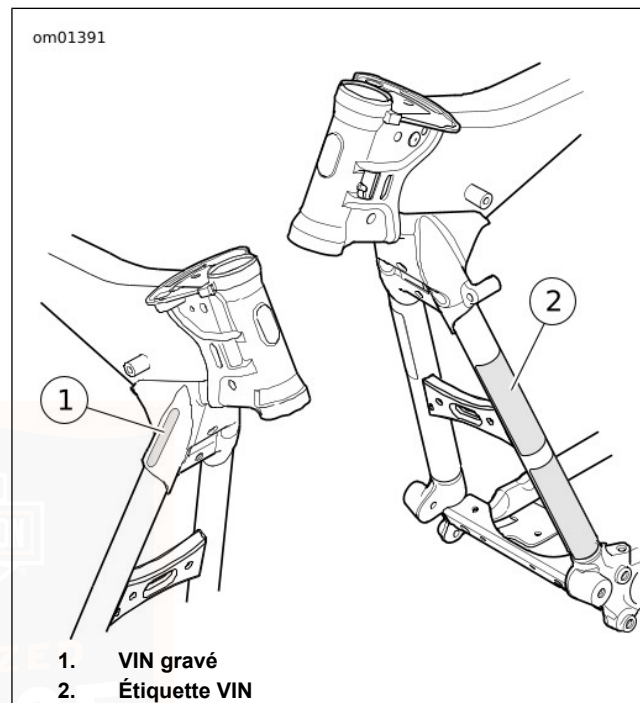

Figure 2. Emplacements du VIN
Voir Figure 2 . Les 17 chiffres du VIN (1) sont gravés sur le côté droit du cadre près de la colonne de direction. Dans certains marchés, une étiquette de VIN imprimée (2) est également apposée sur le tube descendant avant.